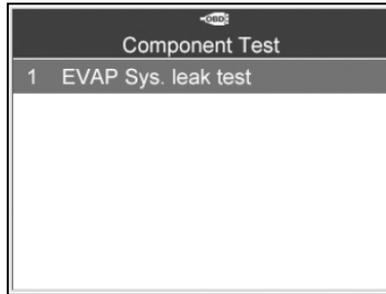

Imagen 6.24
- 2) Espere hasta que el instrumento de diagnóstico muestre el menú de **prueba de componentes**. (Imagen 6.24)